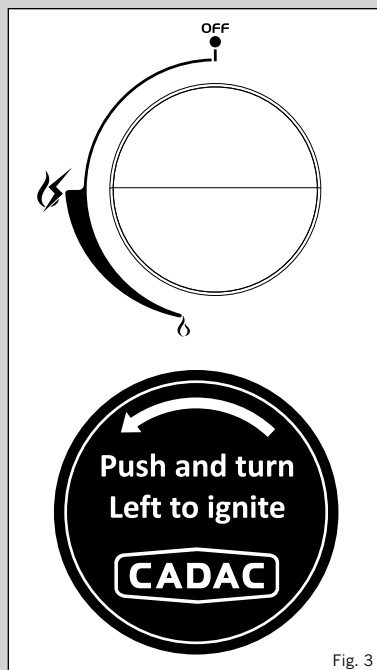

Fig. 3
- Met de regelaars kunt u de vlammen van elke brander apart regelen; als u de knop tegen de klok in draait wordt de vlam minder sterk en met de klok mee wordt de vlam sterker (zie fig. 3).